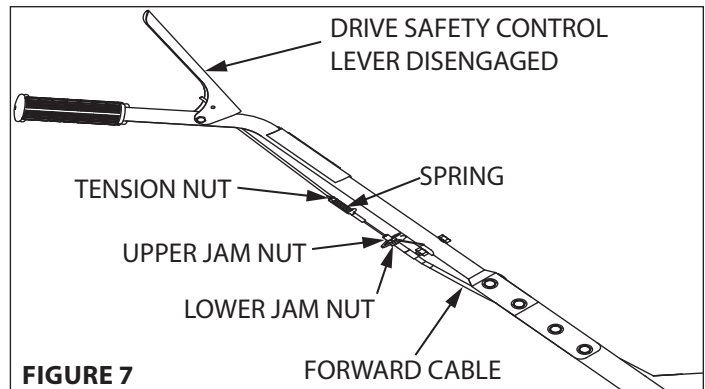

FIGURE 7
1. Loosen upper jam nut. **SEE FIGURE 7**